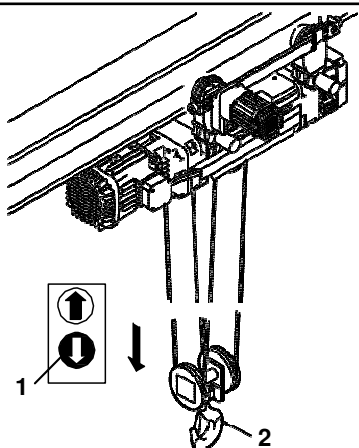

Abb. 145
1. Drücken Sie den Druckknopf „Senken“ -1- an der Druckknopfplatte, bringen Sie die Hakenflasche in maximale Absenkenposition (Tiefstpunkt) -2- und klinken Sie eventuell vorhandene Lasten aus (Abb. 145).